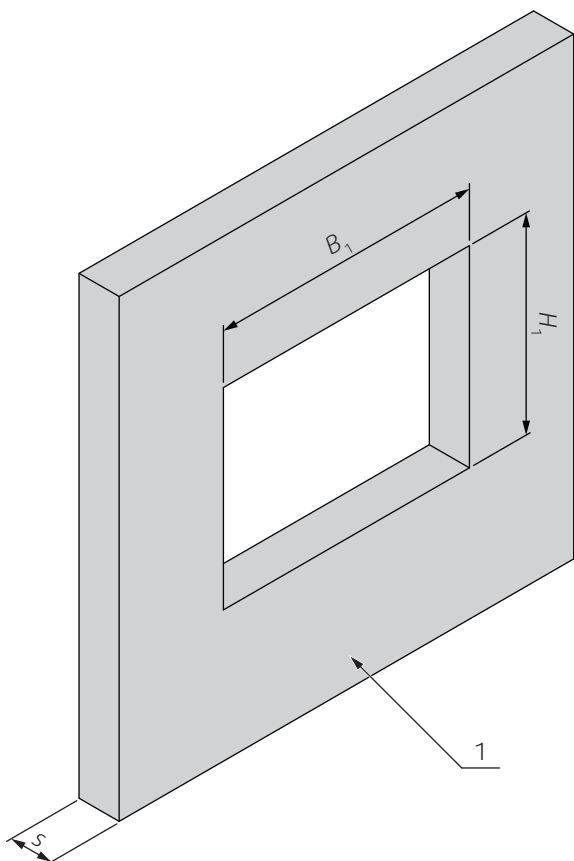
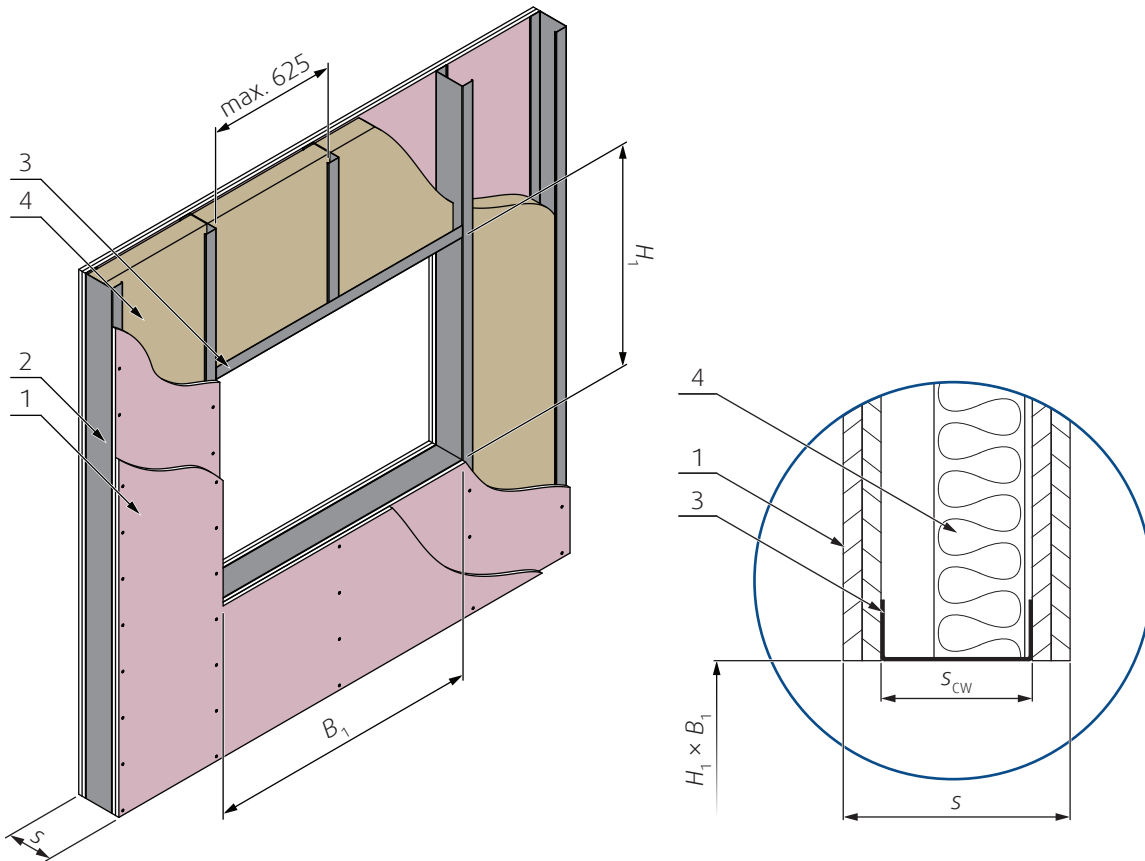
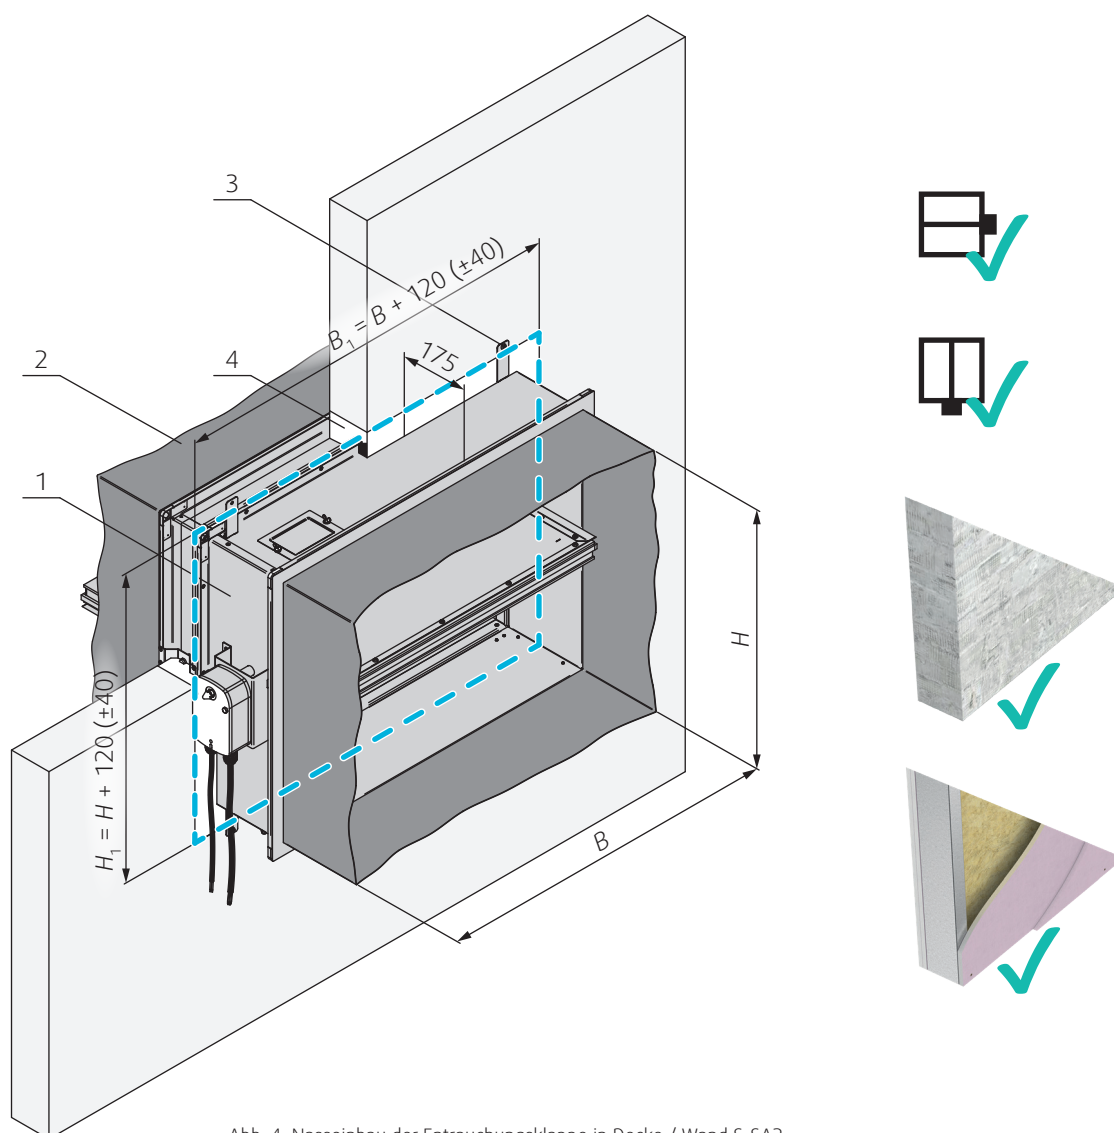

Abb. 1: Massiv Wand-/Deckenkonstruktion mit rechteckiger Öffnung
Abb. 2: Leichtbau Wand mit rechteckiger Öffnung und vertikalem Querschnitt (rechts)
Abb. 4: Nasseinbau der Entrauchungsklappe in Decke / Wand S-SA2
1. Die tragende Bauöffnung muss so vorbereitet werden, wie es im Abschnitt "Öffnungsvorbereitung" dargestellt ist (gemäß Seite 8 Abb. 1 - Abb. 2). Die Öffnungsflächen müssen glatt und sauber sein. Die Leichtbau Wandöffnung ist gemäß den Normen für Gipskartonwände zu verstärken. Die Öffnungsmaße werden durch die Nennmaße der Klappe mit zusätzlichem Spiel bestimmt. Die Öffnung wird mit den Abmessungen B_1 und H_1 (ausgeführt (Abb. 4).
1. Die tragende Bauöffnung muss so vorbereitet werden, wie es im Abschnitt "Öffnungsvorbereitung für die Installation von S-SA2" beschrieben ist (gemäß Seite 9 Abb. 1, Abb. 2). Die Öffnungsflächen müssen glatt und sauber sein. Die Leichtbau Wandöffnung ist gemäß den Normen für Gipskartonwände zu verstärken.